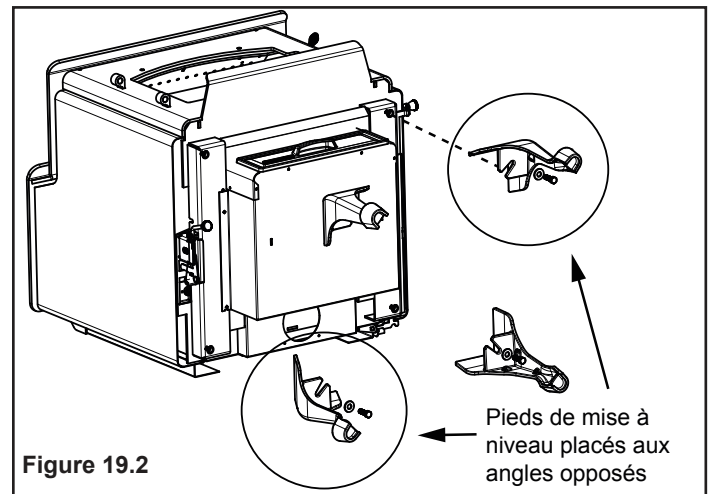

Figure 19.2
4. Installez les pieds dans les supports de fixation en vous assurant que ceux-ci reposent contre le support, puis fixez-les avec les boulons et rondelles à l'aide d'une clé ouverte 3/8 (**Figure 19.2**).
5. Installez les boulons de mise à niveau dans 2 pieds; ceux-ci devraient être placés dans des coins opposés (**Figure 19.2**).